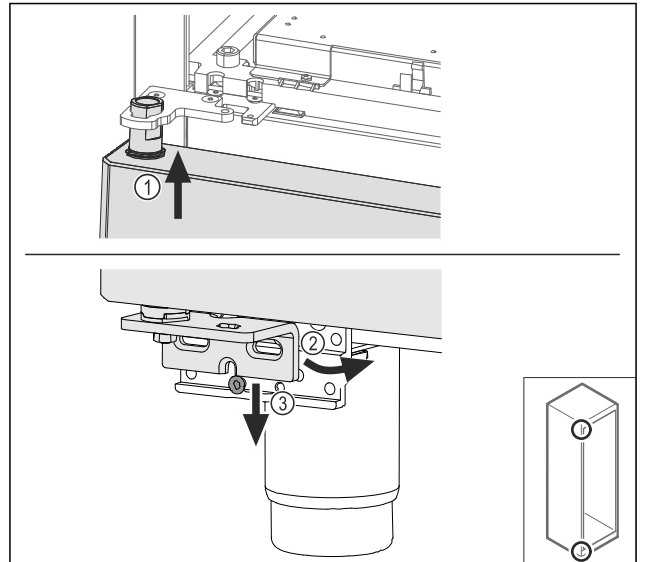

Fig. 68
- ▶ Før døren opppe inn litt vippet Fig. 68 (1), rett ut døren Fig. 68 (2) og sett den på lagerbukkskruen Fig. 68 (3) nede.